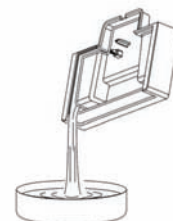

Рис. 10
Когда поднос для капель (9) наполнится водой, красный указатель её наполнения (10) поднимется над решёткой. (8). Вынь с эспрессо целый набор подноса для капель (9) с решёткой (8) и вылей воду (Рис. 10). Всё вместе снова размести в эспрессе.